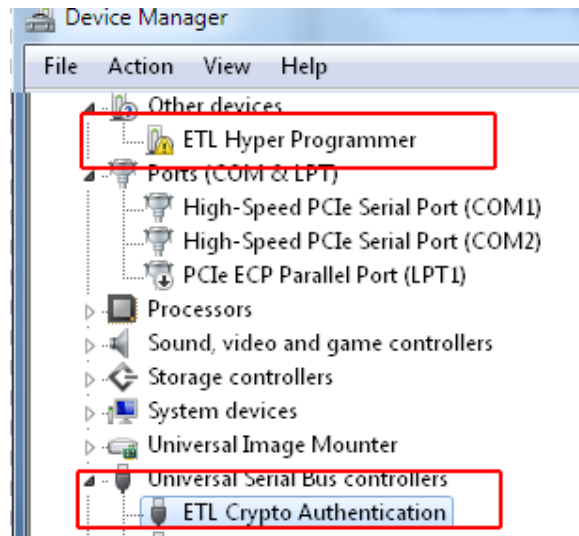

Figura 10. Instalación exitosa del dispositivo de "Crypto Autenticación ETL"
- Un driver fue instalado correctamente (Figura 10). Instale otro driver para "Hyper Programador ETL" de la misma manera.